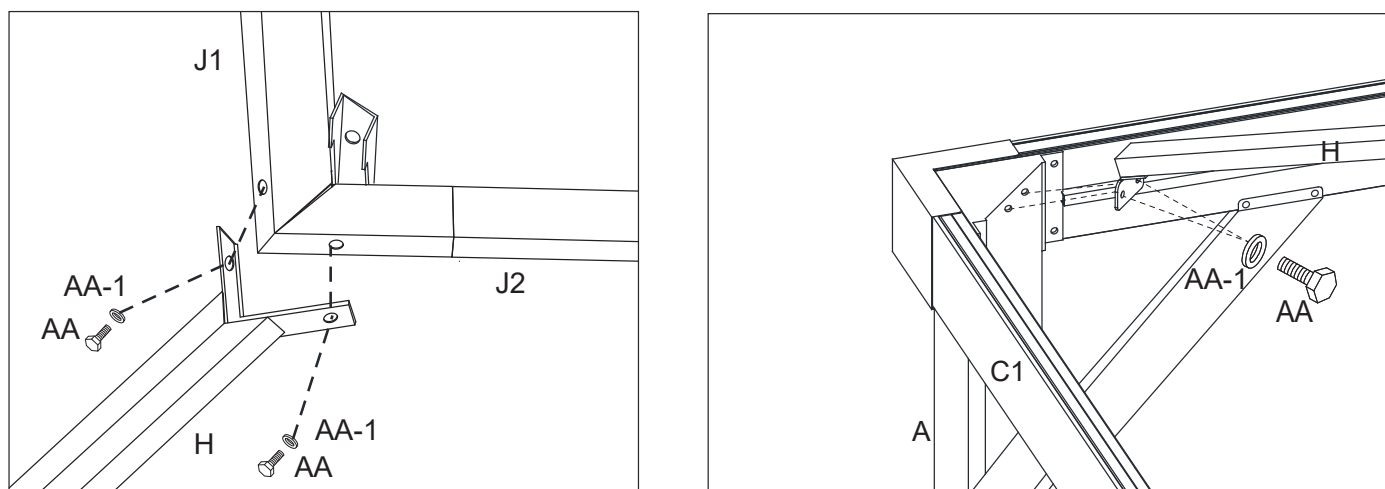

Figure 7-1
Figure 7.1 : Assemblez les supports d'angle du toit principal (H) au connecteur court (J1) du cadre central du toit principal et aux poteaux d'angle (A) à l'aide de boulons (AA) et de rondelles d'acier (AA-1). Voir la figure 7.1. Remarque : Vous aurez besoin d'une deuxième personne pour tenir le cadre central du toit principal pendant que vous fixez le support d'angle du toit principal (H).